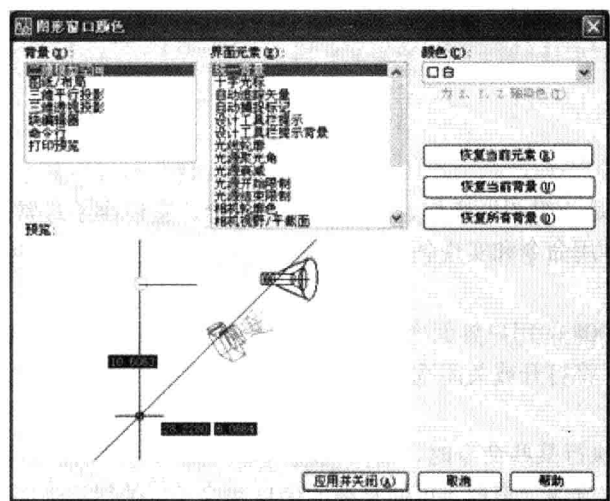

图 1-4
a.单击“窗口元素”选项组中的“颜色(C)”按钮,将弹出“图形窗口颜色”对话框,如图1-4所示。